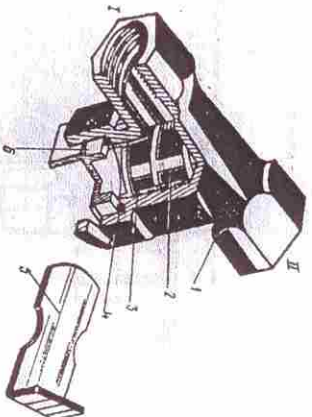

Рис. 12. Фильтр магистральный: 1 — корпус; 2 — элемент фильтрующий; 3 — лунка; 4 — кольцо уплотнительное; 5 — пластина; 6 — крышка
4.7.4. Фильтр магистральный (рис.12) предназначен для предохранения пневмосистемы прицепа от попадания грязи (пыли) через отпущенные соединительные головки. Сжатый воздух подводится через полость 1, через фильтрующий элемент 2 проходит в полость II и далее через воздухохораспределитель в воздушный баллон прицепа. При падении давления в полости I фильтрующий элемент 2 отходит от седла корпуса 1, и обратный поток воздуха при торможении идет в атмосферу, минуя фильтр.